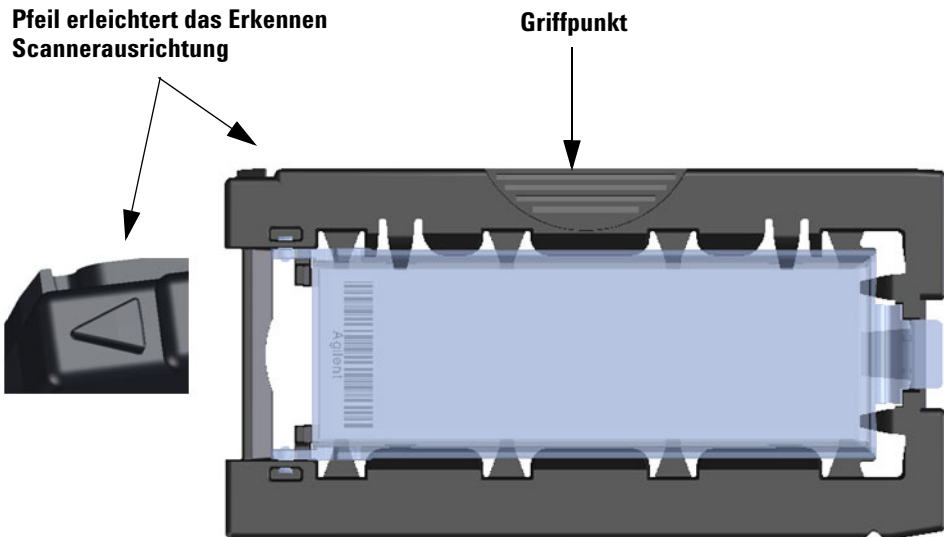

Abbildung 43 Der Objektträgerhalter erleichtert Ihnen das richtige Einlegen des Objektträgers
- 2 Greifen Sie den Objektträgerhalter am Griffpunkt. Der Pfeil an der Oberseite des Objektträgerhalters weist nach links, wenn Sie den Objektträgerhalter richtig greifen. Siehe Abbildung 43.